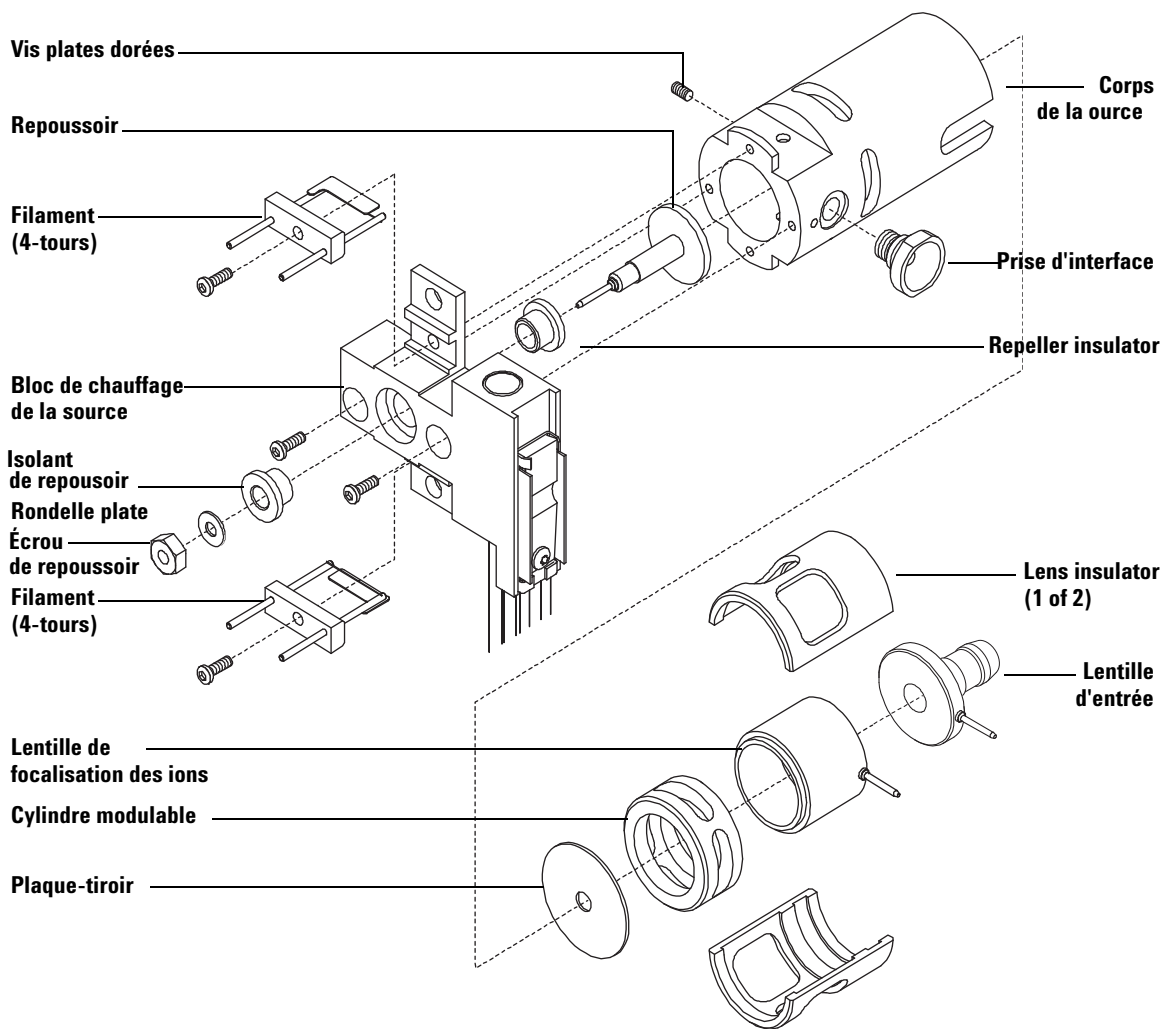

Figure 26 Pour démonter la source EI standard ou inerte
- 2 Retirer les deux vis dorées des filaments, puis retirer les filaments de la source. Voir la section Figure 26.
- 2 Rassembler les pièces suivantes d'une source EI standard ou inerte pour les nettoyer : (Figure 26)